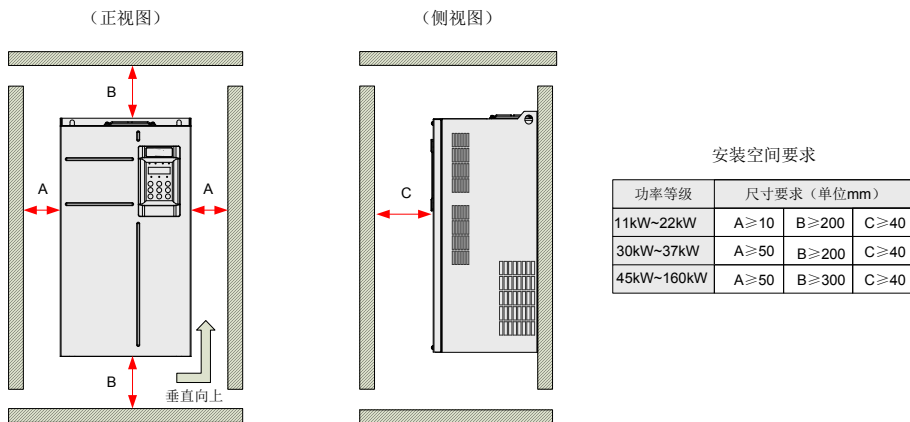
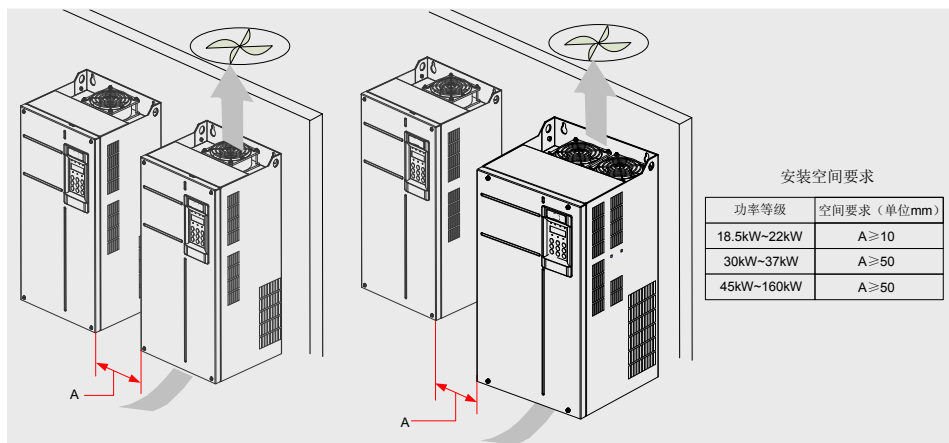

图 3-2 单台机器【IS580T020-R1-1~IS580T300-R1-1】安装空间
图 3-3 多台机器并排安装空间
- 1) 安装空间要求如图 3-2、图 3-3 所示，需保证驱动器有足够的散热空间。预留空间时请考虑柜内其它器件的散热情况。